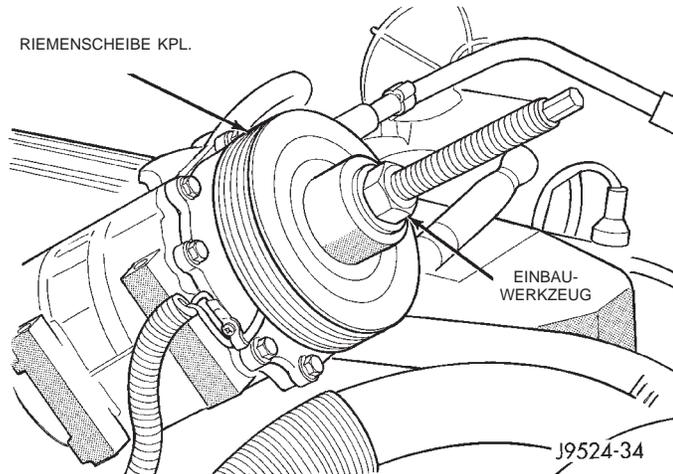

Abb. 26 Riemenscheibe der Kupplung einbauen
(1) Kupplungsspule einbauen und Sicherungsring einsetzen.
(2) Halteclip des Anschlußkabelbaums der Spule am vorderen Gehäuseteil des Kompressors befestigen und Schraube festziehen.
(3) Den Spulenläufer exakt auf der Nabe des vorderen Gehäuseteils/Kompressor ausrichten.
(4) Die Riemenscheibe komplett mit Spezial-Einbauwerkzeug C-6871 einbauen (Abb. 26). Das Einbauwerkzeug auf der Kompressorwelle montieren, dann die Mutter so lange drehen, bis die Riemenscheibe fest sitzt.
(5) Den äußeren Sicherungsring des vorderen Gehäuseteils mit einer Sicherungsringzange so einsetzen, daß die abgeschrägte Seite nach außen weist. Sicherungsring spreizen, um sicherzugehen, daß er vollständig in der Nut sitzt.